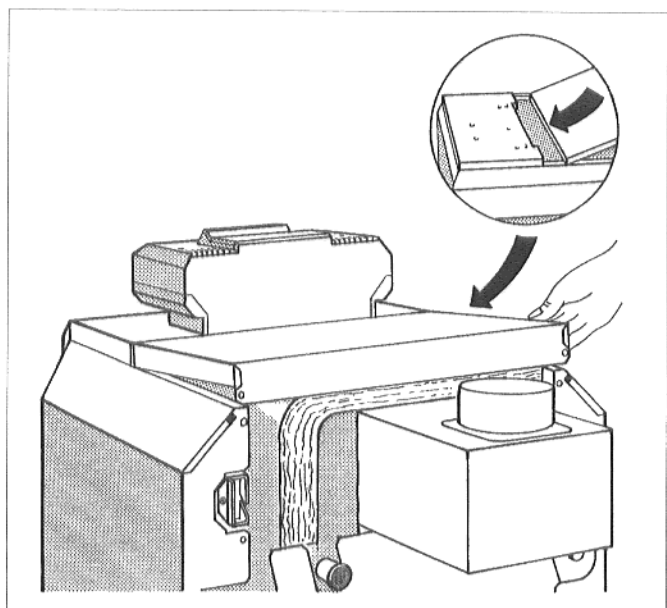

Abb. 18: Hintere Kesselhaube montieren
- Hintere Kesselhaube mit den Laschen unter die vordere Kesselhaube schieben und hinten nach unten drücken (Abb. 18).